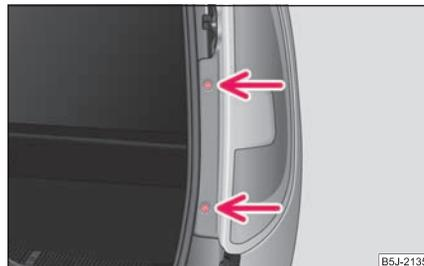

Abb. 212 Heckleuchteneinheit ausbauen
- Schrauben Sie die Leuchte ab ⇒ Abb. 212.
- Schrauben Sie die Leuchte an ⇒ Seite 228, Abb. 212.